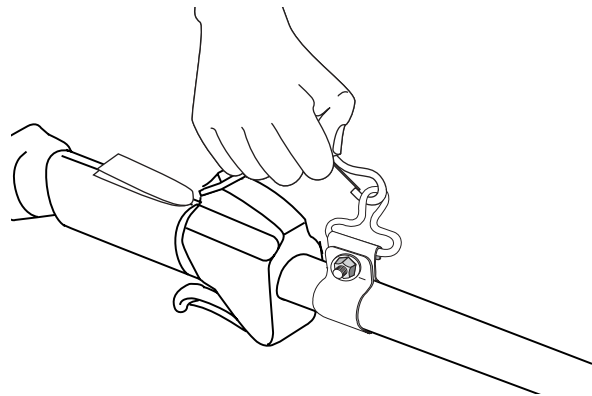

Fig. 7
3. Passez le harnais par-dessus la tête puis sur l'épaule. Accrochez-le au raccord de soutien (Fig. 7).